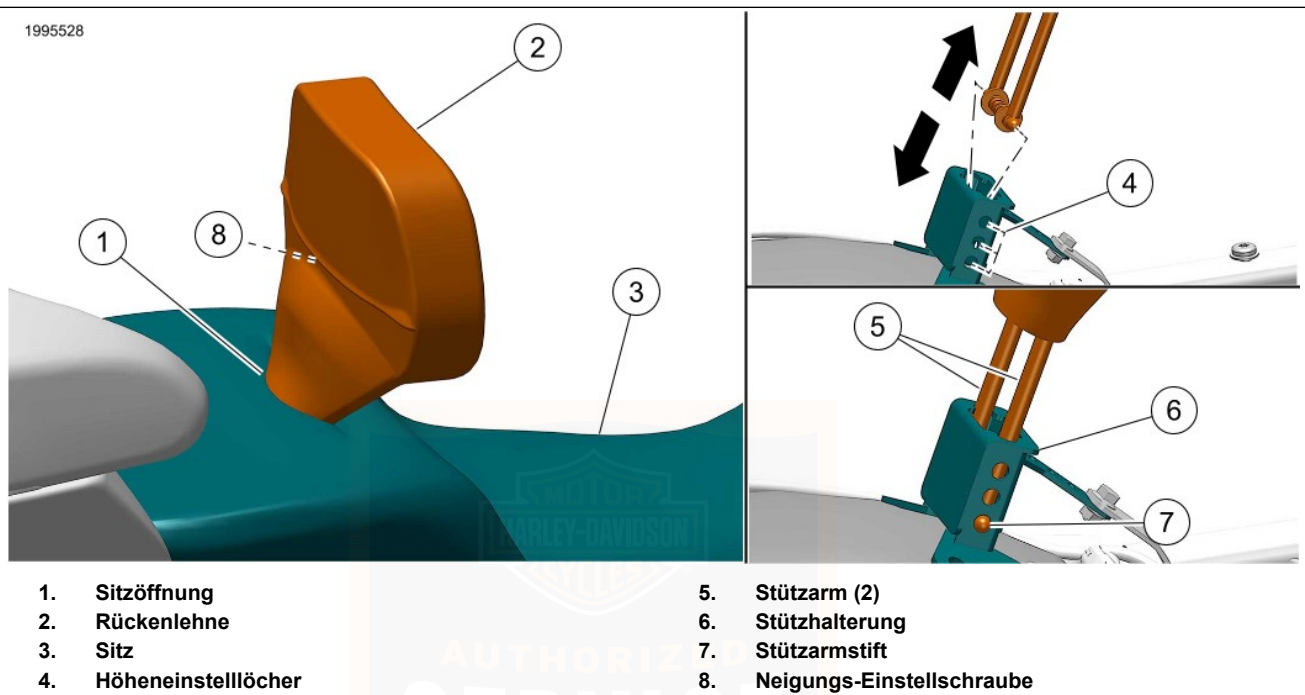

Abbildung 75. Fahrerrückenlehne
Siehe Abbildung 75. Der Sitz wurde zur besseren Übersichtlichkeit auf der rechten Seite der Abbildung entfernt.
1. Siehe Abbildung 75. In die Sitzöffnung (1) greifen und die Rückenlehnen-Stützarme (5) ausfindig machen.
1. Siehe Abbildung 75. Die Rückenlehnen-Stützarme (5) zusammendrücken.
2. Die Arme in die Sitzöffnung (1) und in die Stützhalterung (6) absenken.
Siehe Abbildung 75. Die Neigungseinstellschraube (8) auf der Rückseite der Rückenlehne unter der Polsterung ausfindig machen. Mit einem T-40 Torx-Schlüssel die Schraube lösen, verstellen und anziehen, um den Rückenlehnenwinkel passend für den Fahrer einzustellen.